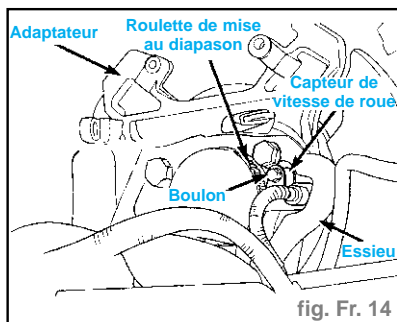

fig. Fr. 14
- Déposer le boulon de fixation du capteur de vitesse de roue. Ensuite, déposer le capteur du moyeu/roulement et de l'adaptateur (fig. Fr. 14).
- Poser le capteur de vitesse de roue sur le moyeu/roulement et l'adaptateur. Poser le boulon de fixation du capteur de vitesse de roue (Fig. Fr. 14). Serrer le boulon au couple de **1,2 daN.m**.